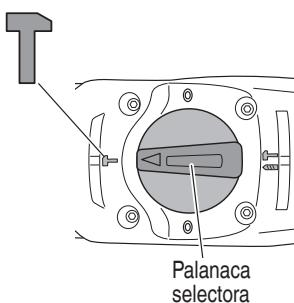

Fig. 8
- (1) Cambio a "martilleo"
- (b) Alinee las marcas  $\Delta$  de la palanca selectora y  $\textcircled{T}$  de la tapa de la manivela como se ilustra en la Fig. 8.